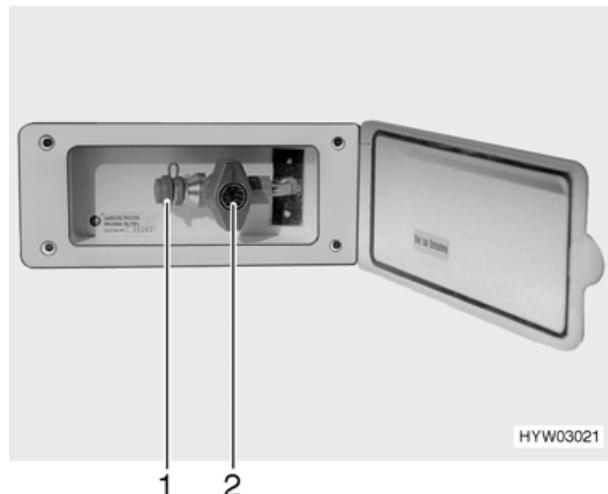

Fig. 53 Presa gas esterna, rubinetto chiuso
- Quando la presa gas esterna per il gas non viene utilizzata, chiudere sempre il rubinetto (Fig. 53,2).
- Accertarsi che dopo aver collegato l'impianto a gas e aver aperto il rubinetto non fuoriesca del gas dalla presa esterna (Fig. 53,1). Se la presa gas esterna perde, il gas si disperde nell'atmosfera. Chiudere immediatamente il rubinetto e la valvola principale della bombola del gas. Fare controllare la presa esterna del gas da un'officina autorizzata.
La presa gas esterna si trova (Fig. 53) sul lato anteriore destro vicino al vano portabombole.